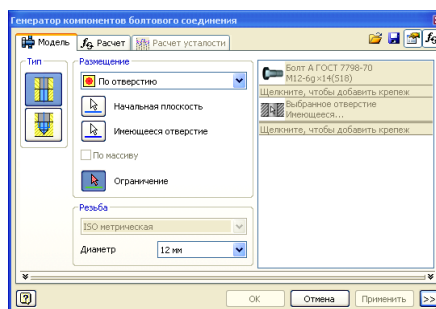

Рис. 3.66. Диалоговое окно «Генератор компонентов болтового соединения»
1. На втором шаге построения изменим направление построения и в панели «Автора размещение» щелкнем на кнопке «Болтовое соединение» . Появится диалоговое окно «Генератор компонентов болтового соединения» (рис. 3.66), а модель примет вид, как показано на рис. 3.67.